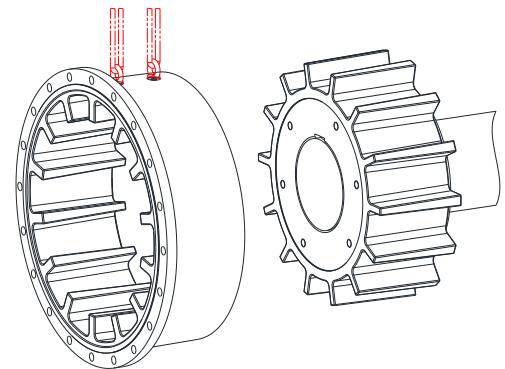

Bild 8
- Schieben Sie den Nockenring (Bauteil 4) über die Nabe und legen diesen vorsichtig ab oder halten Sie den Nockenring mit einem geeigneten Hebezeug (siehe Bild 8).